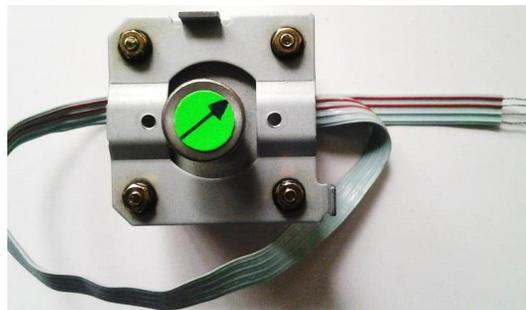

Figura 6.6. Fases del motor bipolar a pasos.
3. Conecte las salidas de las fases del circuito L298 a las conexiones del motor de pasos, figura 6.6, siguiendo la secuencia determinada en el punto 1 del procedimiento.